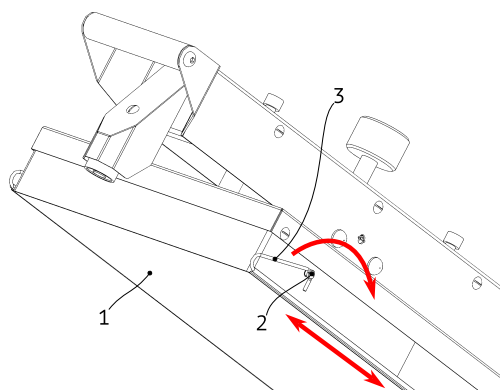

Рисунок 2
6. Установите четыре прутка (3) в петли на тефлоновом коврике (1) и закрепите коврик на верхней жарочной поверхности, зацепив концы прутков за винты (2), см. Рис. 2.
- Снимите четыре прутка с фиксирующих винтов, которые удерживают коврик на верхней жарочной поверхности, см. Рис. 2.